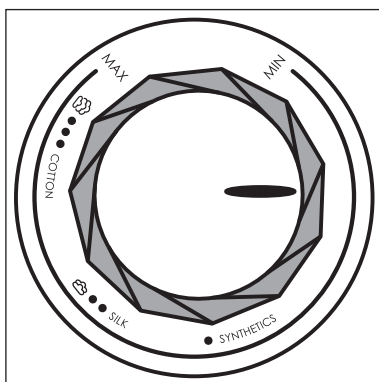

Fig. 2
- ▶ Si può stirare a secco, senza vapore, a qualsiasi temperatura. Stirare a vapore è possibile soltanto a partire dal campo di regolazione ●● del regolatore di temperatura ⑥.
- 3) Impostare la temperatura desiderata con il regolatore di temperatura ⑥ (vedere tabella sottostante e fig. 2).